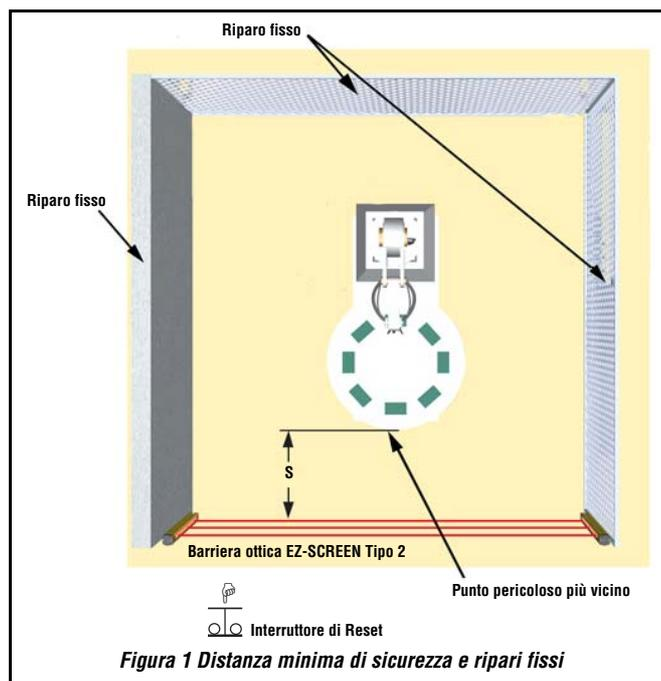

Figura 1 Distanza minima di sicurezza e ripari fissi
Per Distanza minima di sicurezza (S) si intende la distanza minima necessaria tra la zona protetta e il punto pericoloso raggiungibile più vicino. La Distanza minima di sicurezza dovrà essere calcolata in modo da consentire al Sistema EZ-SCREEN Tipo 2 di inviare un segnale di arresto alla macchina al rilevamento di una persona o di un oggetto (che interrompono il percorso ottico) e alla macchina di arrestarsi prima che la persona possa raggiungere il punto pericoloso della macchina (vedere la Figura 1 a pagina 3).